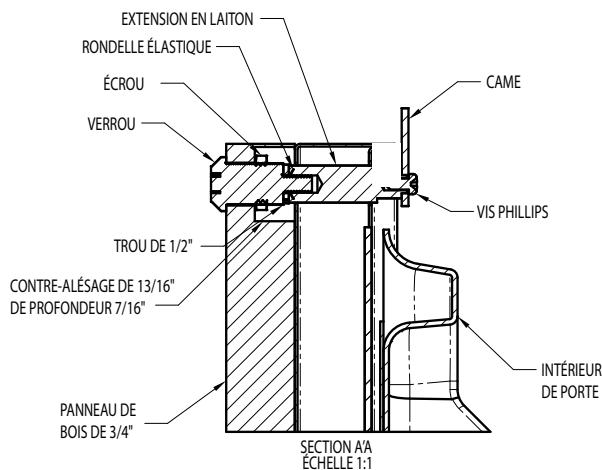

Figure 24
Deux (2) extensions de verrouillage sont fournies avec le verrou. Utilisez l'extension la plus longue pour un panneau de revêtement d'épaisseur $\frac{3}{4}$ po et la plus courte pour un panneau d'épaisseur $\frac{5}{8}$ po. Assemblez l'extension de verrouillage, une rondelle d'arrêt de came, une rondelle élastique et une vis de fixation sur le verrou comme montré aux Figures 24 et 26.